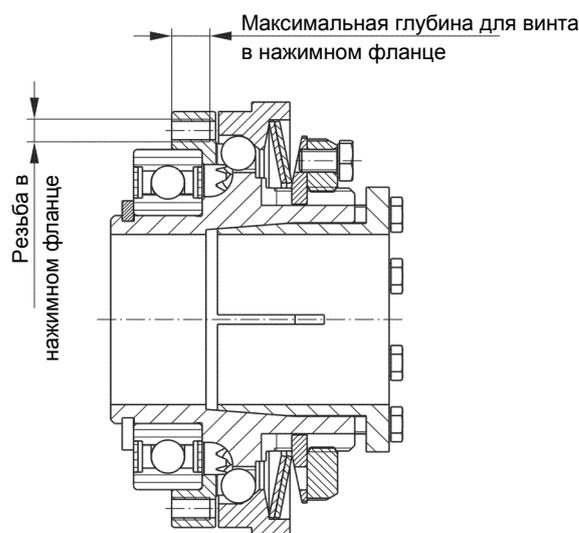

Рис. 3
Обратите внимание на максимальную глубину в нажимном фланце (2), равно как и на установочные размеры «а» и «е» для выходного элемента на Рис. 3, соответственно 4 и в Таблице 14.